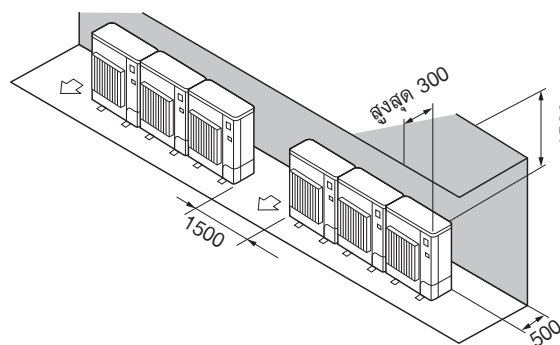

Fig. 2-13
- ② มีสิ่งกีดขวางที่ด้านหลังและด้านบนเท่านั้น (Fig. 2-13)